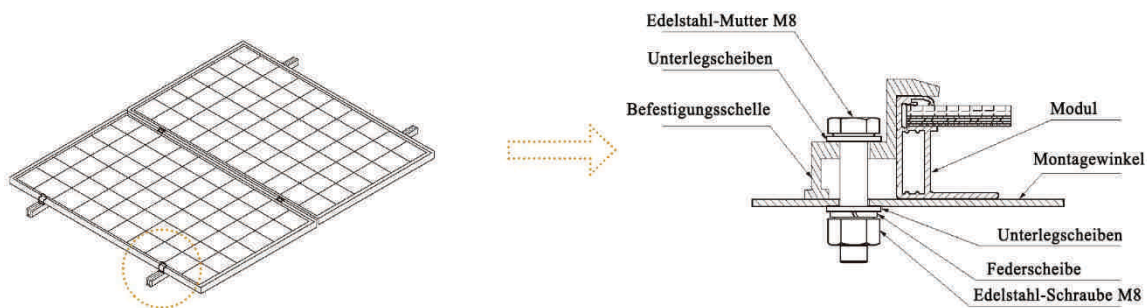

Abbildung. 4 Installation mit Brikettierblöcken
- ◆ **Installation des Brikettierblocks:** Verwenden Sie einen geeigneten Brikettierblock und befestigen Sie ihn mit dem Modul und Montagehalterungen, wie in Abb. 4 dargestellt.